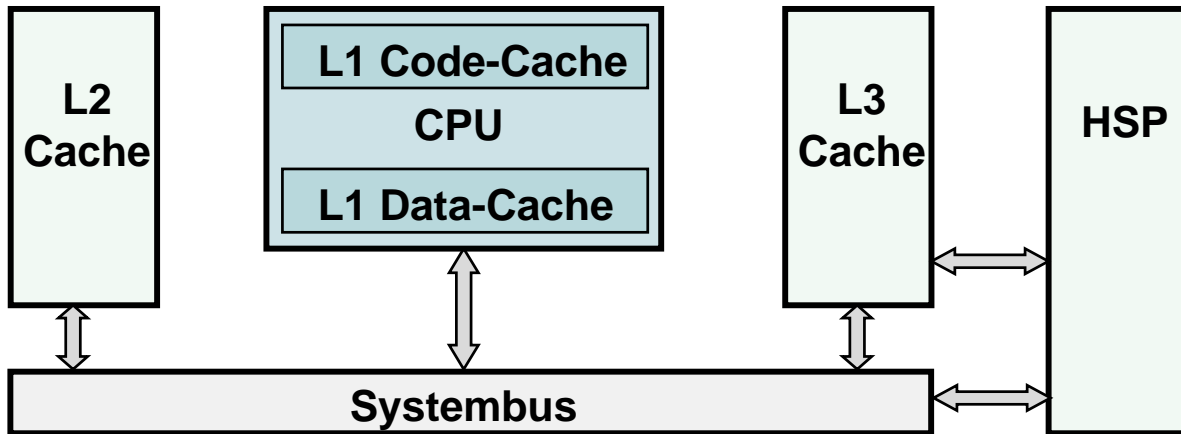

Bild1: Systembus-Struktur
- ◆ Der System- oder CPU-Bus verbindet den Prozessor direkt oder über zwischengeschaltete Steuerbausteine (Chipsets) mit dem Hauptspeicher. Darüber hinaus stellt er die Verbindung zu L2- und L3-Caches her, sofern für diese keine eigene Busse vorhanden sind (siehe Bild 1).